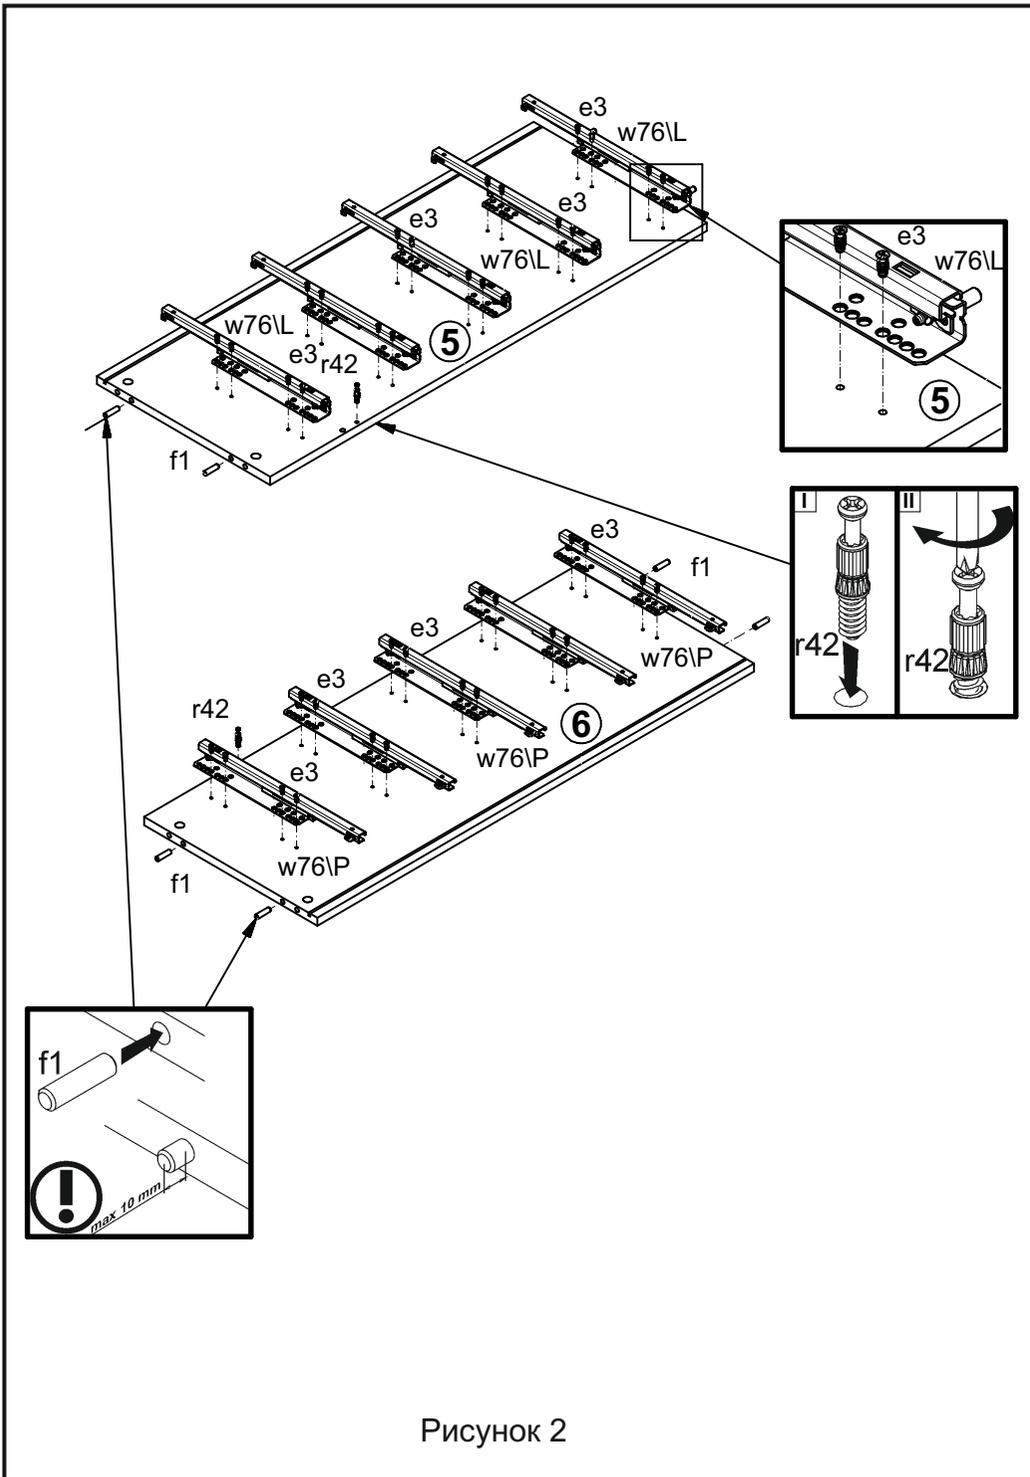
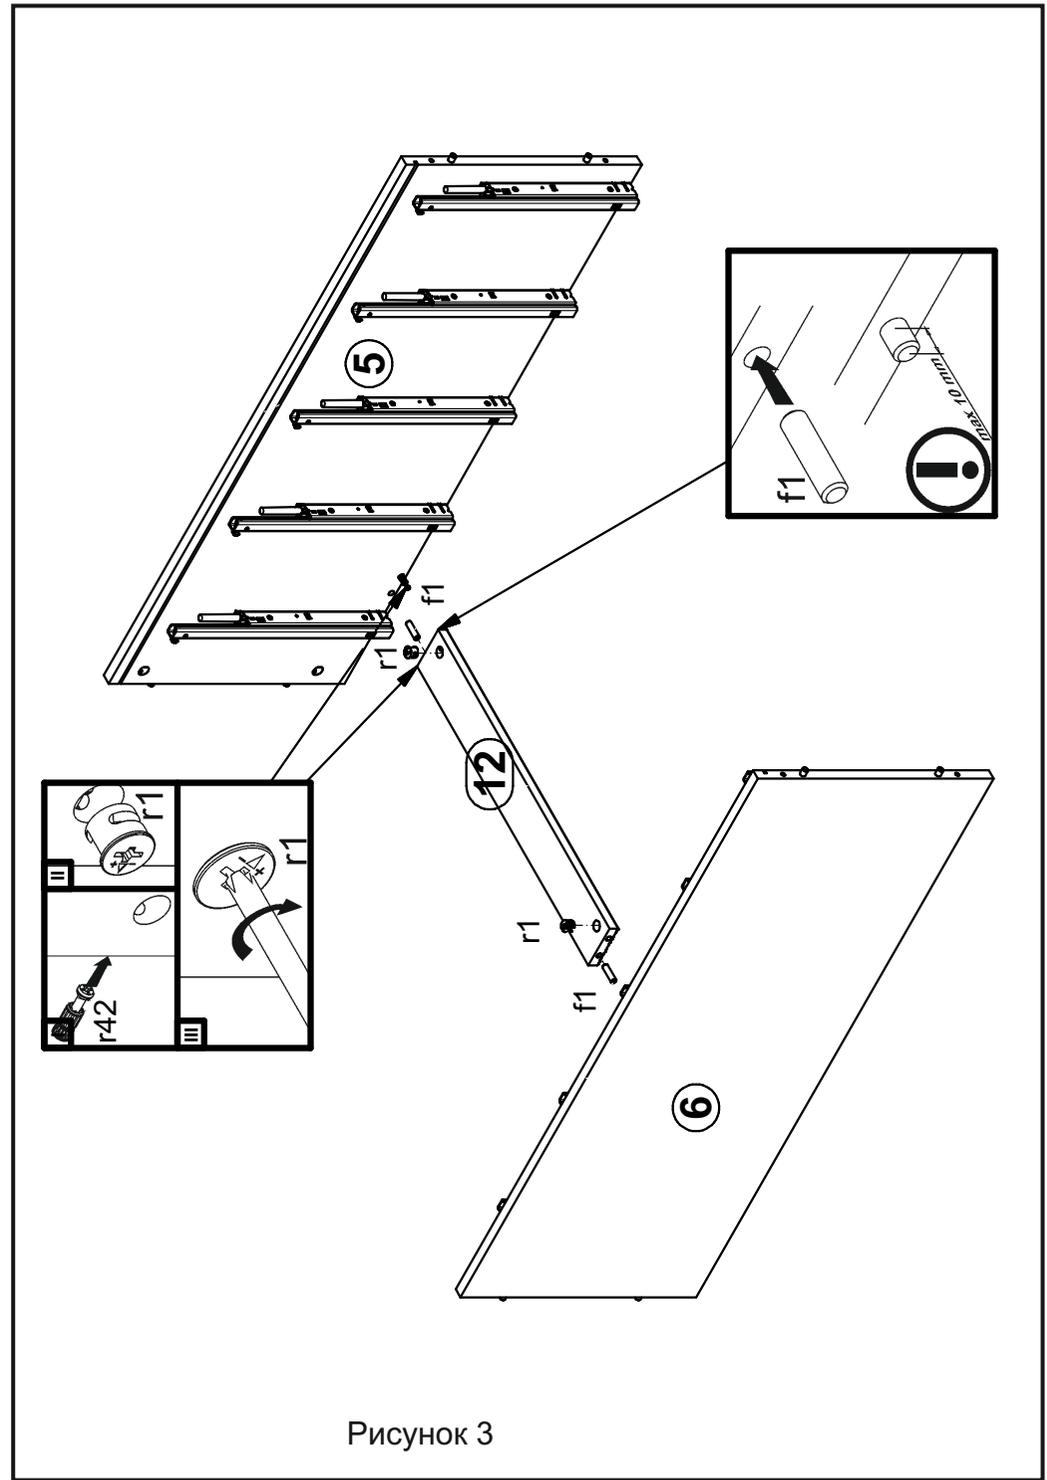
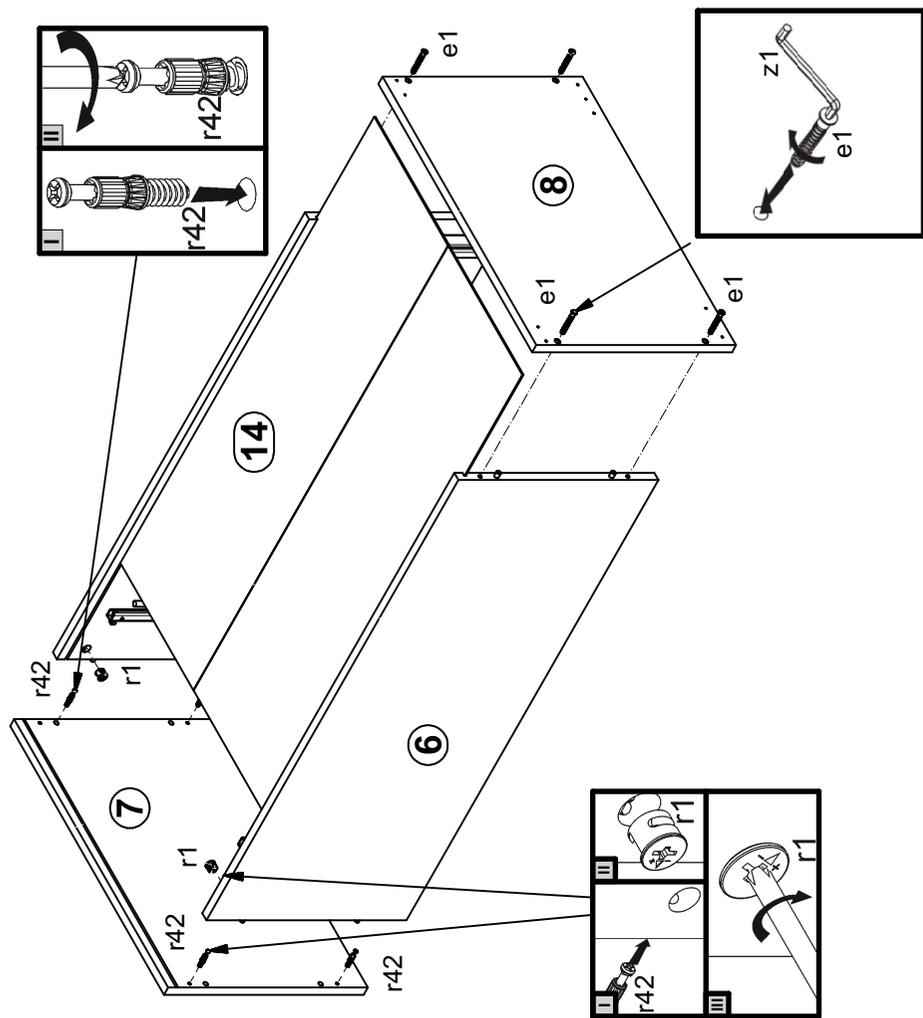

Рисунок 2
Рисунок 3
Рисунок 4
4.2 В отверстия  $\varnothing 8$  мм на верхних и нижних кромках стенок боковых 5 и 6 (см. рис. 2) и в торцах планки декоративной рифленой 12 вбить деревянные шканты f1 (см. рис. 3).
4.3. В отверстия  $\varnothing 4$  мм на внутренних поверхностях стенок 5,6 еврошурупами e3 закрепить по 5 комплектов направляющих w76L и w76P (см. рис. 2).
4.4. В отверстия  $\varnothing 5$  мм на внутренних поверхностях стенок 5,6 (см. рис. 2), на нижней поверхности щита верхнего 7 (см. рис. 4) вкрутить винты стяжки r42.
4.5. В отверстия  $\varnothing 15$  мм на задней поверхности планки декоративной рифленой 12 (см.рис. 3), на внутренних поверхностях стенок 5,6 (см.рис. 4) вставить стяжки эксцентриковые r1.
4.6. Соединить детали 5, 6, 12 и затянуть стяжки эксцентриковые r1, пользуясь отверткой (см. рис. 3).
4.7. Присоединить щит 7 к стенкам 5, 6 с помощью шкантов f1, затянуть стяжки эксцентриковые r1, пользуясь отверткой, вставить стенку заднюю 14 в пазы в деталях 5, 6, 7. Передние стяжки закрыть заглушками s2 (см. рис. 4).
4.8. Присоединить щит 8 к стенкам 5, 6 с помощью шкантов f1, затянуть конформаты e1 на нижней поверхности щита 8 пользуясь ключом z1 (см. рис. 4).
4.16. Закрывать передние эксцентриковые стяжки на стенках боковых 5,6 заглушками s2 (см. рис. 4).